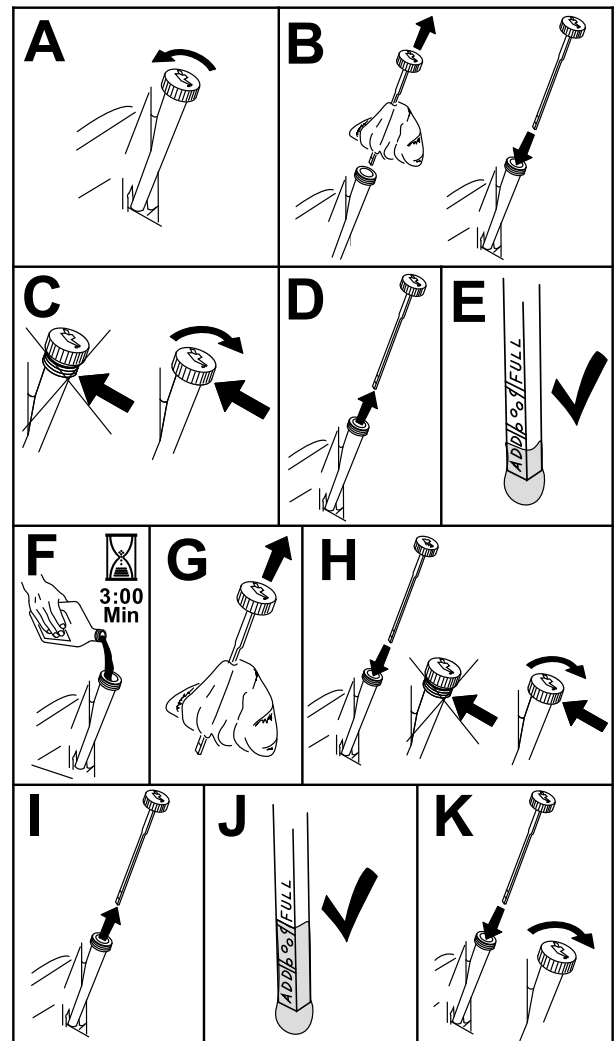

Bild 45
3. Reinigen Sie den Bereich um den Öfüllstutzendeckel bzw. den Peilstab vor dem Abnehmen, damit kein Schmutz oder Schnittgut usw. in den Motor gelangt (Bild 45).